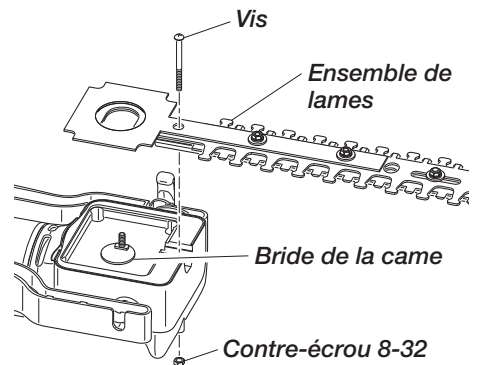

Figure 19 - Retrait de l'ensemble de la lame
5. Enlevez la vis qui retient l'ensemble de la lame (voir la Figure 19). **IMPORTANT :** Assurez-vous de ne pas desserrer le contre-écrou 8-32 qui fixe cette vis.
8. Réglez l'ensemble de la lame de sorte que la came s'insère correctement sur les lobes de forme ovale de l'ensemble (voir la Figure 19). **IMPORTANT :** La partie au diamètre supérieur de la came doit être sur le dessus, à l'opposé de l'entraînement. La partie au diamètre inférieur de la came doit être située en-dessous, reposant directement sur la bride de la came.